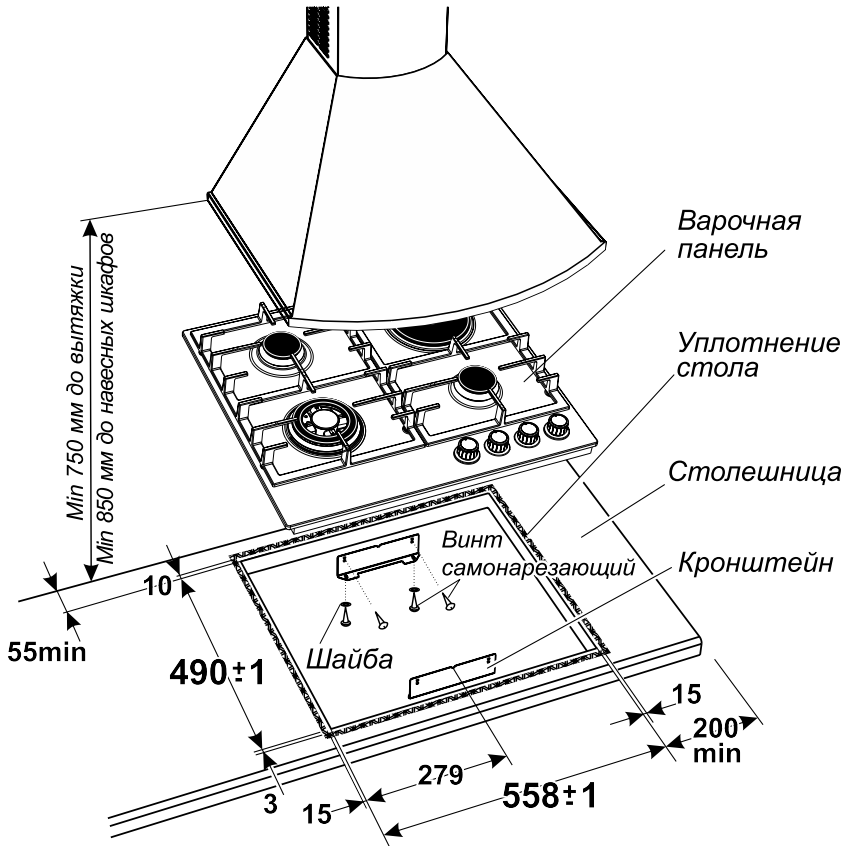

Рис. 2 ПВГЭ6401
1. Точно разметить на столешнице контур проема под варочную панель в соответствии с рис. 2.
4. Точно разметить и установить уплотнение из комплекта поставки в соответствии с рис. 2, слегка прижав его по всей поверхности рукой. Аккуратно вставить варочную панель в проем и надавить на нее, чтобы она надежно села по месту. Закрепить варочную панель четырьмя винтами с шайбами и аккуратно, во избежание повреждения декоративного покрытия столешницы, обрезать уплотнение по контуру, удалив остатки материала.